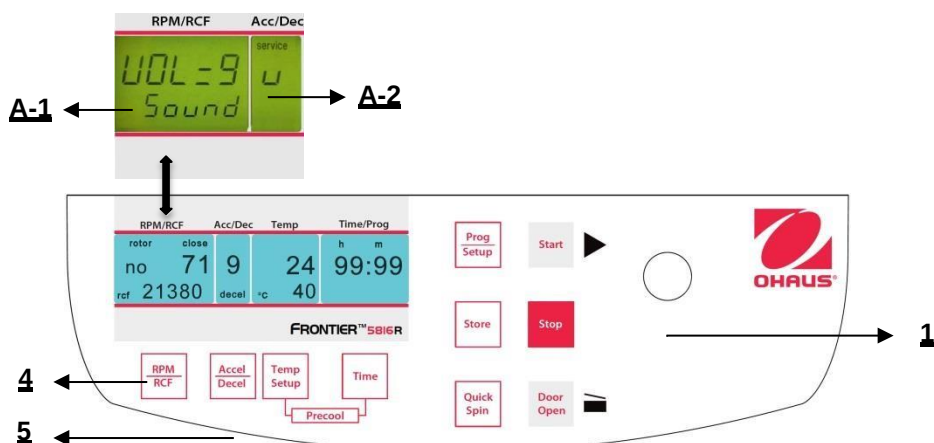

Figura 36
Procedere come descritto al punto 4.1. per inserire questa modalità programma e poi premere il tasto **"Accel/Decel"** (5). Sul display **"Acc/Dec"** (A-2) lampeggia la parola **"Service"**. Selezionare adesso la lettera **"U"** con la manopola di regolazione (1). Di conseguenza, sul display **"RPM | RCF"** (A-1), appaiono le parole **"Vol=0-9/Sound"**. Dopo aver premuto il tasto **"RPM | RCF"** (4), è possibile regolare il volume desiderato fra 0 (basso) e 9 (alto) con la manopola di regolazione (1) (Vedere figura 36).